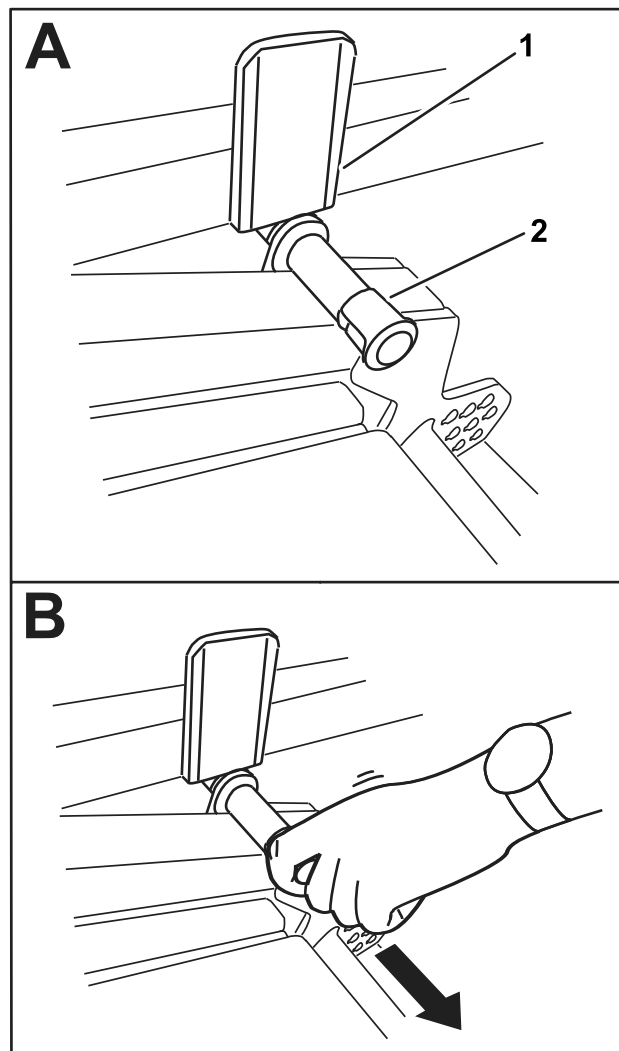

Рисунок 42
- Медленно поверните режущий блок вниз до контакта штифта с пластиной подъемного рычага (А на Рисунок 42).
- Нажмите ногой вниз на режущий блок и затем выньте штифт (В на Рисунок 42), чтобы режущий блок мог установиться в положение ТРАНСПОРТИРОВКИ.